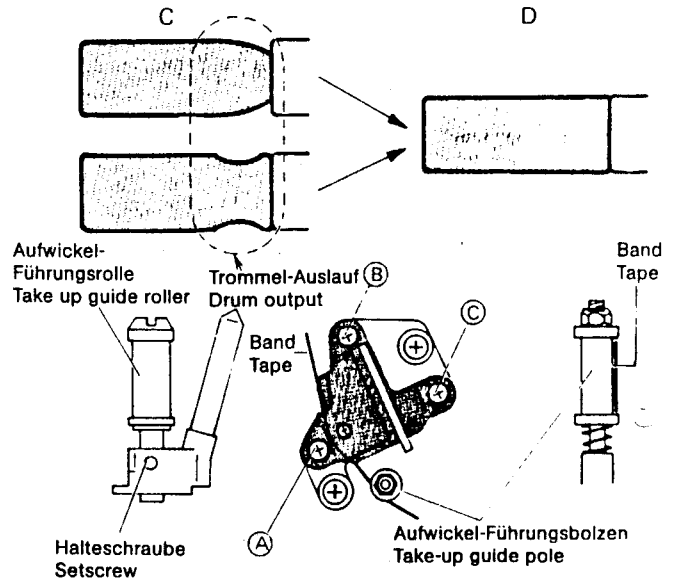

Fig. 4.27 Kopftrummel-Auslauf-Einstellung
3. Die Aufwickel-Führungsrolle so einstellen, daß der rechte Teil des Signals Abbildung D (Fig. 4.27) entspricht.
3. Adjust the take-up guide roller so that the signal waveform is in accordance with diagram D (Fig. 4.27).